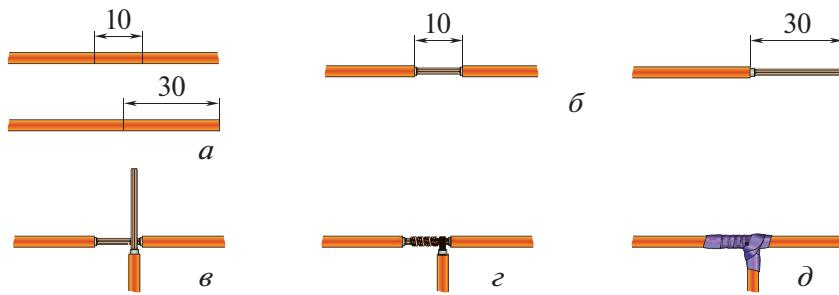

Рис. 11.5. Последовательность ответвления многожильных проводов
1. Разметить место ответвления провода на длину 10 мм и срашиваемый провод на длину 30 мм (рис. 11.5, *а*).
2. Удалить монтажным ножом или специальным приспособлением изоляцию на месте ответвления провода и на срашиваемом проводе (рис. 11.5, *б*).
3. Наложить оголённый конец срашиваемого провода на место ответвления примерно под углом 90° (рис. 11.5, *в*).
4. Накрутить конец срашиваемого провода на оголённое место провода ответвления. Обжать место ответвления пасатижами (рис. 11.5, *г*).
6. После охлаждения место пайки обмотать изоляционной лентой (рис. 11.5, *д*).
5. Выполните ответвление двух многожильных проводов (см. рис. 11.5).